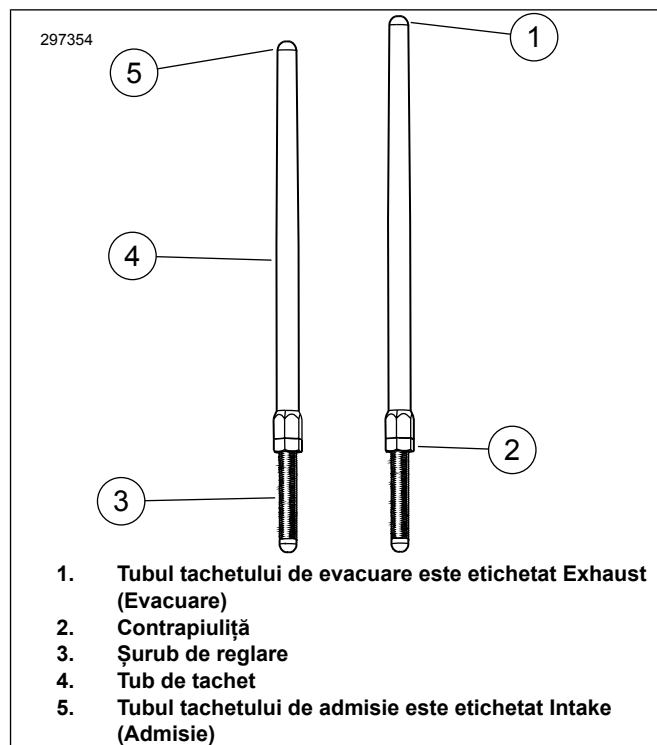

Figura 3. Tachel reglabil
6. Figura 3 Slăbiți contrapiulițele de la toți tacheții și reglați-i la lungimea lor cea mai scurtă.